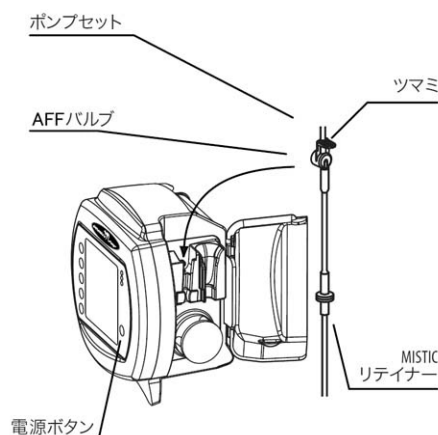

図 5
2. AFF バルブのツマミを持ち、左側の溝に差し込む(図 5)。